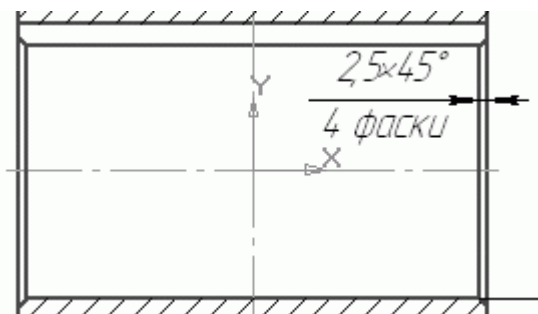

Рис. 2.134. Размер фаски
- Поскольку в нашем колесе все эти фаски имеют одинаковые параметры ($2,5 \cdot 45^\circ$), то фаска обозначается один раз, но при этом на размере указывается, что таких фасок на колесе предусмотрено четыре (рис. 2.134).
Чтобы создать такой размер (см. рис. 2.134), после вызова окна настроек размерной надписи необходимо выполнить следующее.